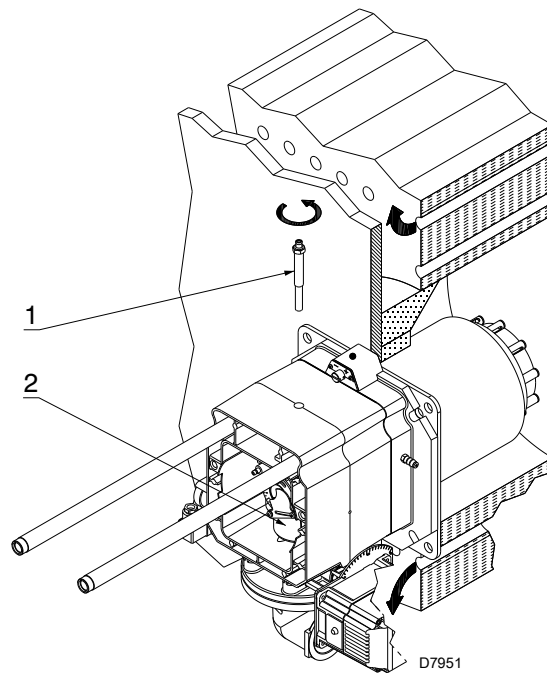

图 14
- ▶ 拆下螺丝 1)( 图 14)
- ▶ 取出燃烧头的内部部件 2)( 图 14)，进行调节。
在安装的这一步中，将燃烧头固定到锅炉上，如图 14 所示。